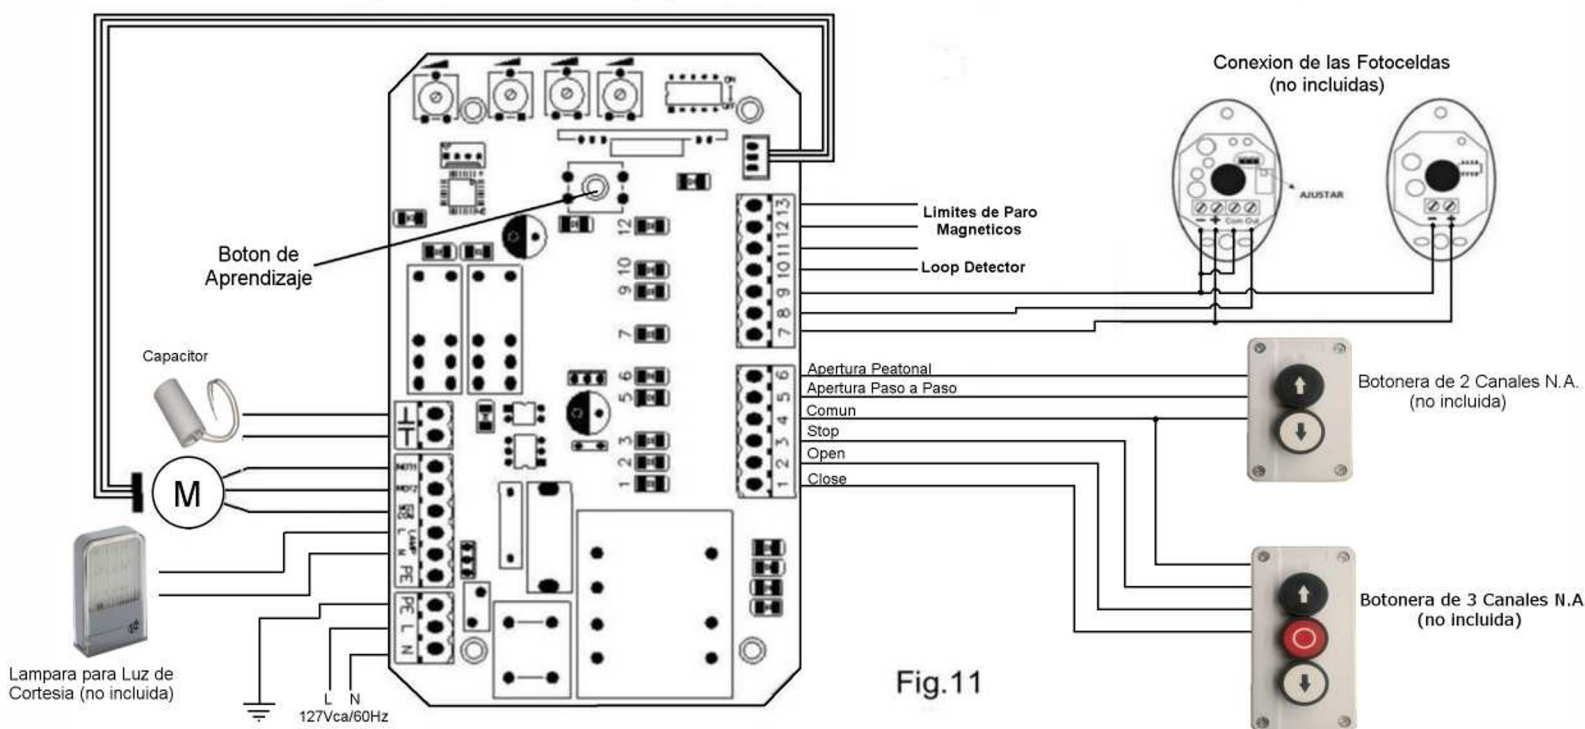

Fig.11
Asegúrese de que el Operador Corredizo este sin Energía Eléctrica antes de Realizar cualquier Conexión Eléctrica. Retire la Cubierta del Operador, Realice el Cableado Necesario y Adecuado. Ver (Fig.11) y Vuelva a Colocar la Cubierta del Operador Corredizo.
Ajuste de Potenciómetros. Ver (Fig. 11).
Este Transmisor Remoto de 3 Canales se puede Configurar por medio del Dip-Switch, Dependiendo la Función, en la Tableta Electrónica del Operador Corredizo. Ver (Fig. 11) y (Tabla 1).
Este Transmisor Remoto de 4 Canales se puede Configurar por medio del Dip-Switch, Dependiendo la Función, en la Tableta Electrónica del Operador Corredizo. Ver (Fig. 11) y (Tabla 1).
- **Agregar Transmisores Remotos Adicionales:** Retirar la Cubierta del Operador Corredizo. Presione y Mantenga Oprimido el Botón de Programación "S1". Ver (Fig. 11). Por 2 Segundos el "LED" del Receptor de la Tableta Electrónica del Operador Corredizo se Iluminará. Ver (Fig. 11). Presione el Botón del Transmisor Remoto que Desea Utilizar. El "LED" del Receptor Parpadeará Aproximadamente 2 Segundos y luego se Apagará. El Proceso de Programación ha Terminado Exitosamente. Se puede Programar hasta 25 Transmisores Remotos.